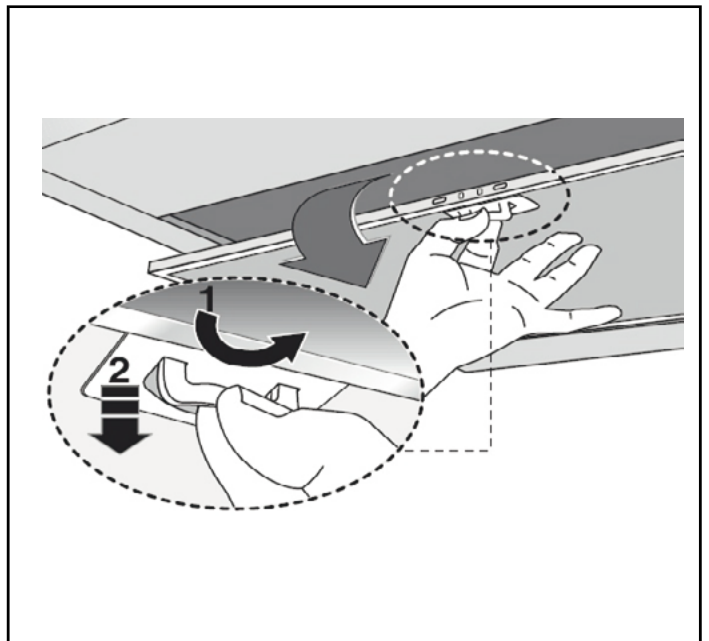

Fig.4
- Antes de efectuar las operaciones de fijación, extraer el filtro anti grasa (**Fig.4**).
- Quite el panel filtrante (**Fig.4**) y lávelo con una solución de agua y detergente líquido neutro dejando ablandar la suciedad.